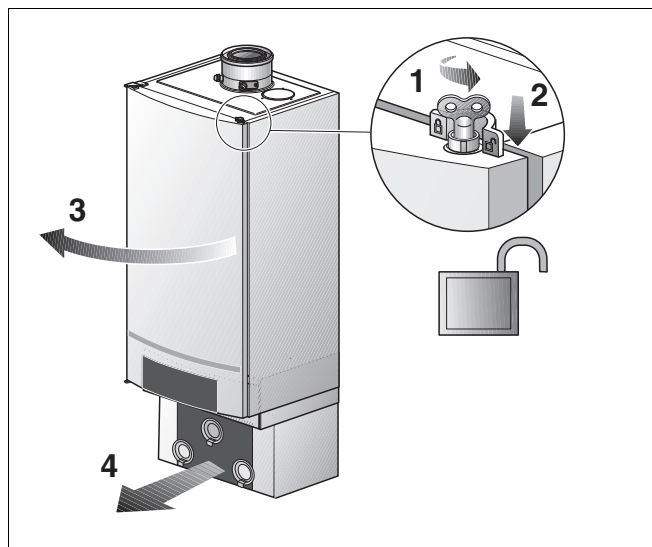

Fig. 101 Deschideți ușa cazanului
- Deschideți zăvorul ușii cazanului cu cheia de aerisire rotind un sfert de tura (fig. 101, lupă).
- Apăsați zăvorul în jos (fig. 101) și deschideți ușa cazanului.